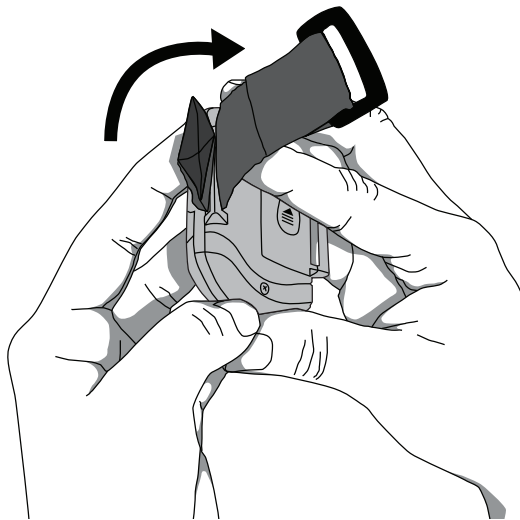

Figure 7: Fixation de la bande à anneau
5. Pliez la bande de manière à ce que l'attache adhère à la bande (figure 7).